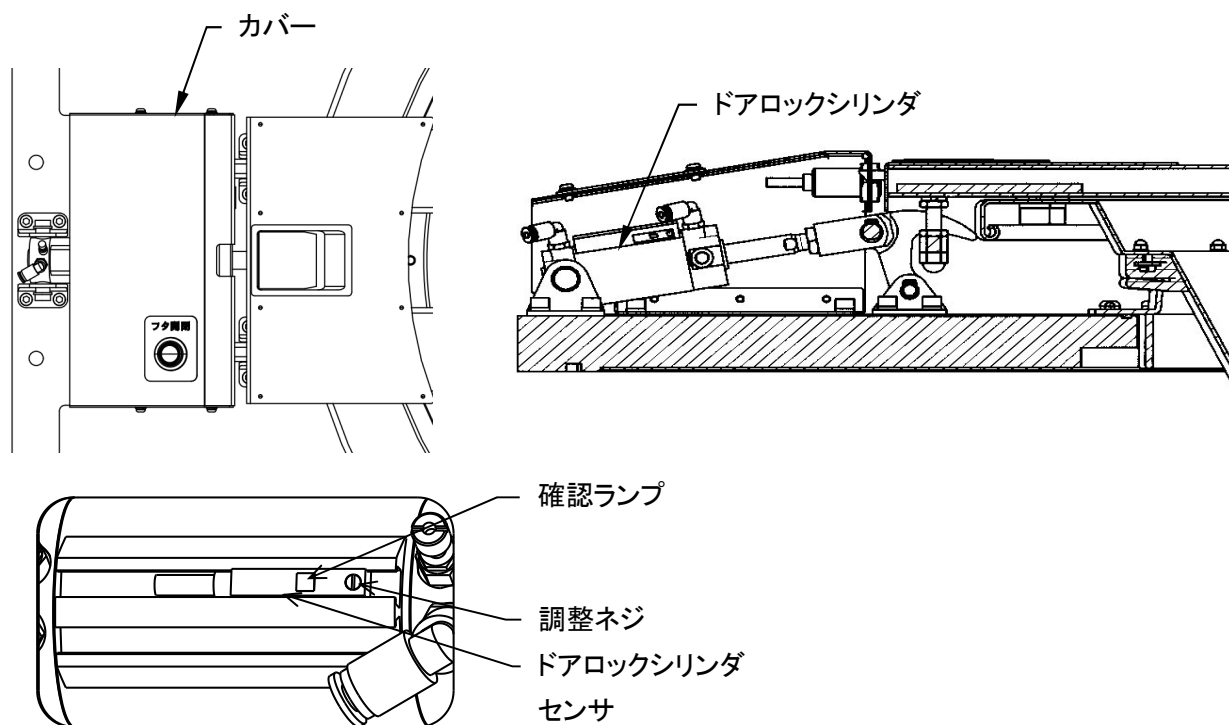

図 8-13
8. 3.7 ドアロックシリンダセンサの調整（図 8-13）